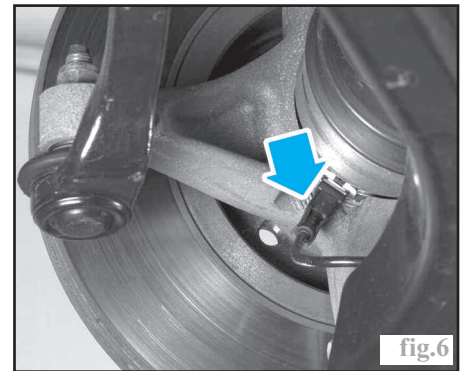

fig.6
- le capteur de vitesse de roue derrière le pivot (fig.6),